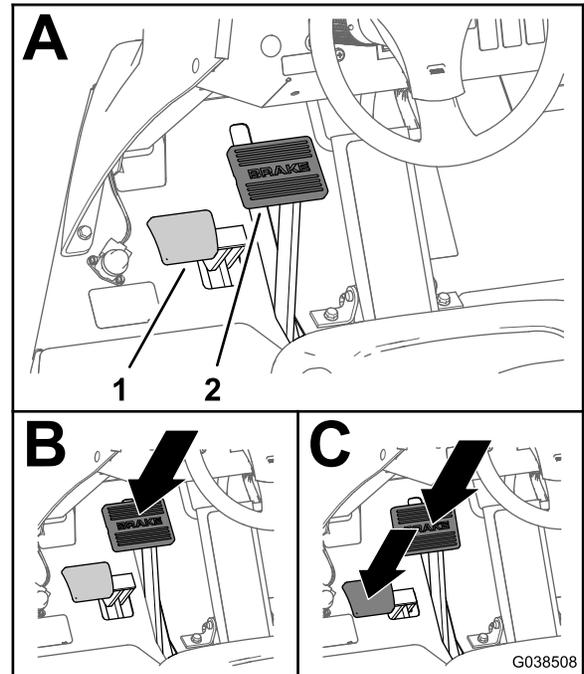

Figura 19
1. Premete il pedale del freno di servizio (Figura 19).
2. Tenendo premuto il pedale del freno di servizio, premete il pedale del freno di stazionamento (Figura 19).